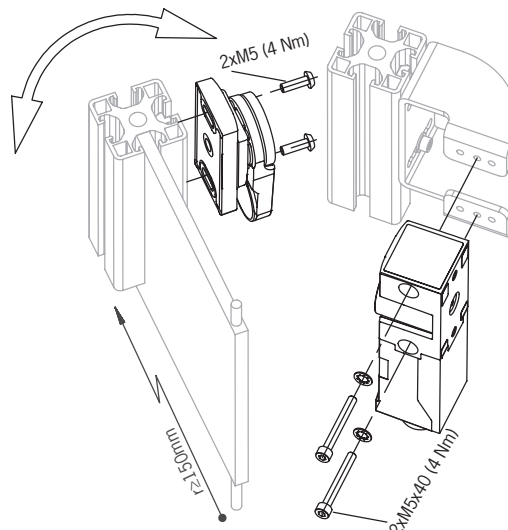

Bild 2: Montagebeispiel
- › Beachten Sie die min. Türradien (siehe *Bild 2: Montagebeispiel auf Seite 9*).